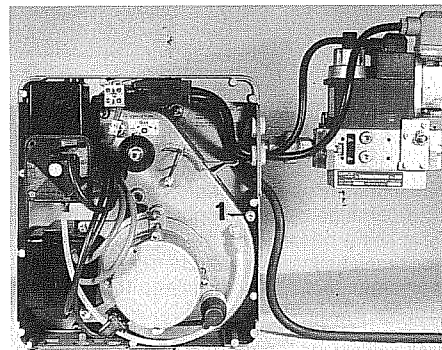

Abb. 52
- 3 Befestigungsschrauben (Abb. 52) mit 5-mm-Inbusschlüssel lösen